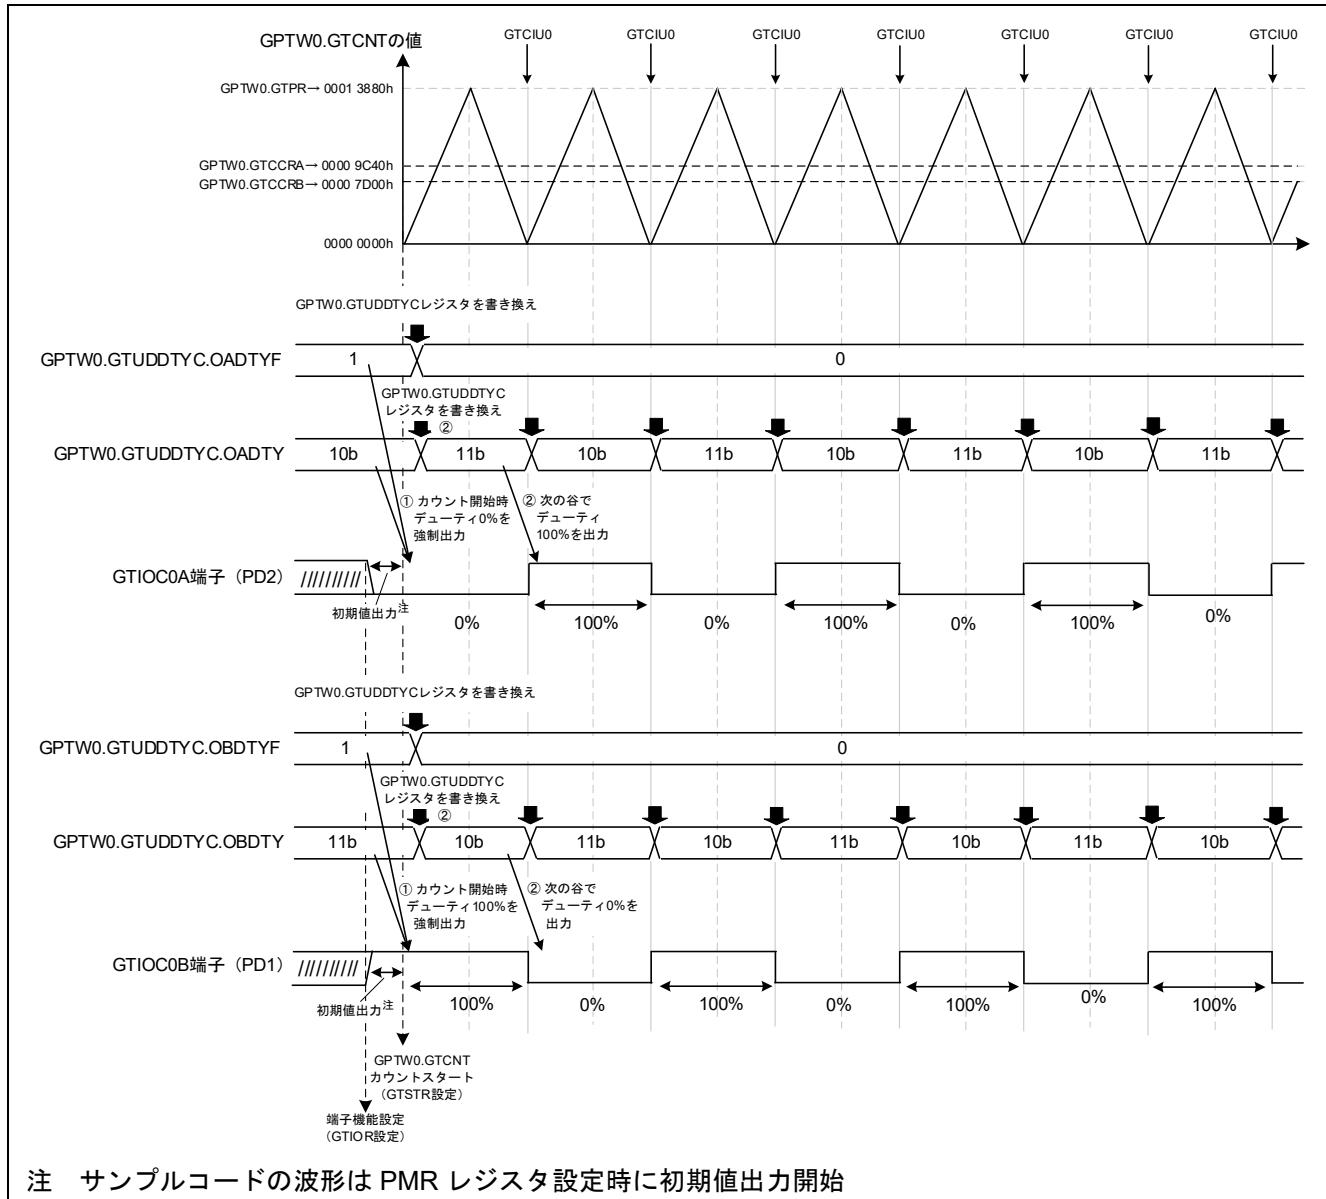

図 4-122 サンプルコードの動作
- デューティの変更タイミングの詳細は図 4-122 を参照
本サンプルコードの動作を図 4-122 に示します。GTCNT カウンタのアンダフロー割り込み (GTCIU0) で GTUDDTY レジスタの値を書き換えることで、デューティ 0% とデューティ 100% を切り替えます。
- カウント開始直後にデューティ 0% を出力 (図 4-122 ①)
- 2 周期目にデューティ 100% を出力 (図 4-122 ②)